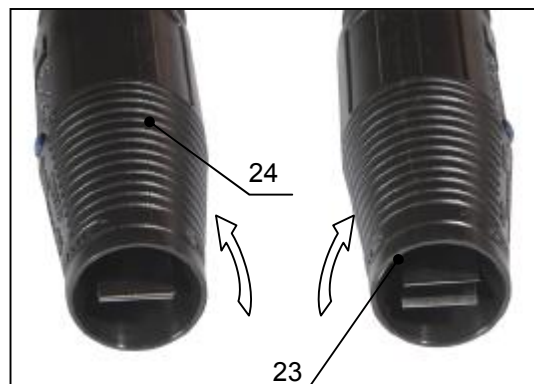

Рис.13
- Работа при низком давлении - для распыления моющего средства (поз.23, рис.13), для установки необходимо вращать насадку по часовой стрелке.
- Работа при высоком давлении - для мойки и споласкивания (поз.24, рис.13), для установки необходимо вращать насадку против часовой стрелки.